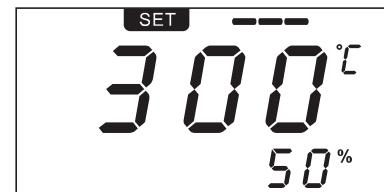

Рис. 1-5
2. Регулировка значения температуры (если значение температуры заблокировано, его невозможно регулировать): нажмите кнопки  $\blacktriangle$  или  $\blacktriangledown$  «TEMP» («ТЕМПЕРАТУРА»), чтобы переключить в состояние «SET» («НАСТРОЙКА») (см. рис. 1-5). Чтобы быстро изменить значение, нажмите и удерживайте кнопку. Если не нажимать кнопки в течение 3 секунд, настройка температуры будет сохранена автоматически и будет выполнен переход в режим «REAL».